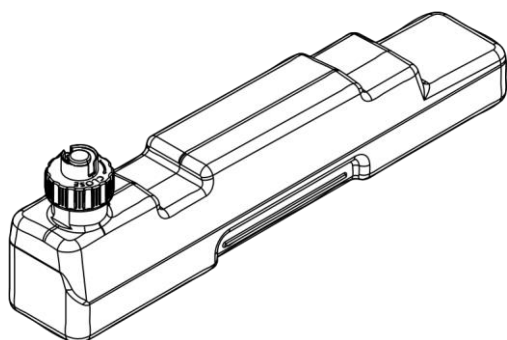

Fig. 7
13. Mettez une petite quantité de liquide vaisselle dans le puisard et, à l'aide de la brosse fournie, nettoyez délicatement toutes les surfaces du puisard et nettoyez délicatement le transducteur, y compris les disques métalliques situés dans la surface rainurée supérieure. (Voir Fig.7)